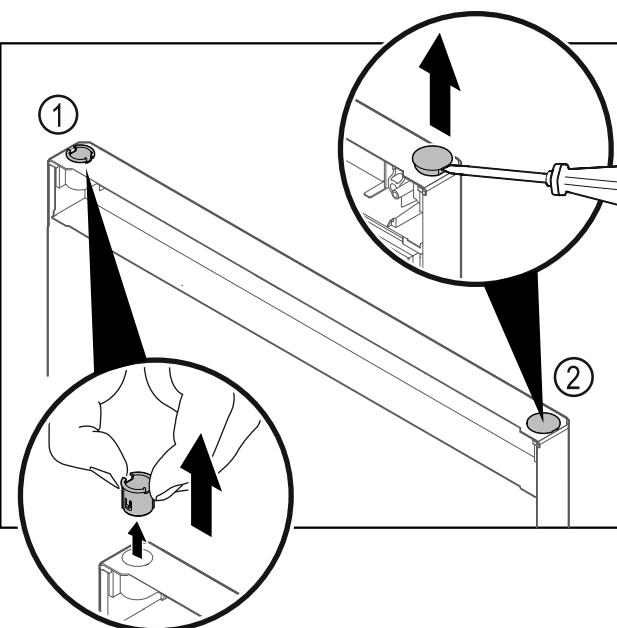

Fig. 27 Дверцята холодильного відділення
- Витягніть шарнірну втулку Fig. 27 (1) пальцями.
- За допомогою шліщової викрутки обережно підніміть заглушку Fig. 27 (2) та витягніть її.